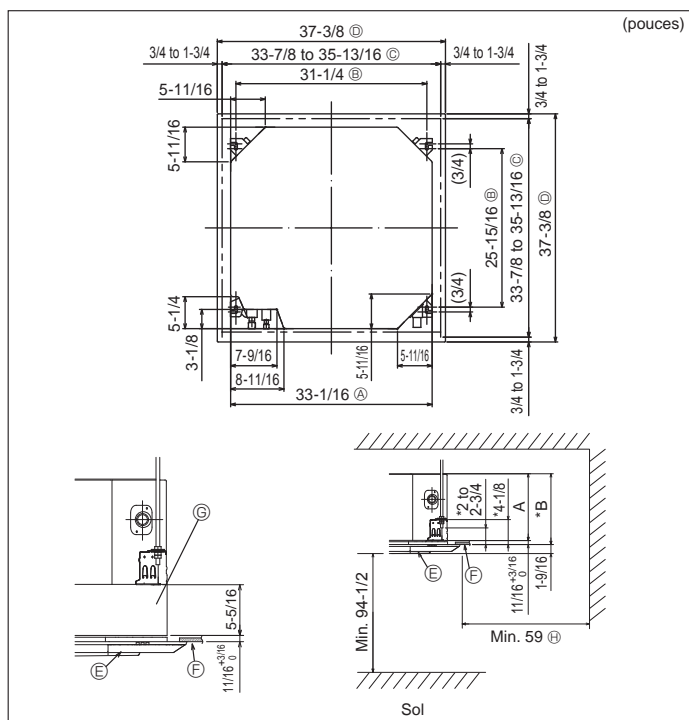

Fig. 3-2
④	Courroie (large)	6
⑤	Courroie (petite)	2
⑥	Prise d'écoulement	1
⑦	Isolation	1
3.2. Ouvertures dans le plafond et emplacement des boulons de suspension (Fig. 3-2)
* Les dimensions de l'ouverture dans le plafond peuvent être définies au sein de la plage indiquée dans la Fig.3-2 ; centrer l'appareil principal par rapport à l'ouverture dans le plafond, en veillant à la symétrie de chaque côté par rapport à l'orifice.